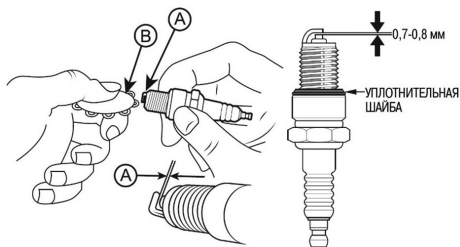

Рис. 27 Проверка межэлектродного зазора
4. Измерьте зазор А между электродами специального щупом В. Зазор должен быть  $0,7-0,8$  мм (Рис. 27). При увеличении или уменьшении требуемого зазора, рекомендуется заменить свечу, так как регулировка зазора может привести к изменению качества искрообразования.